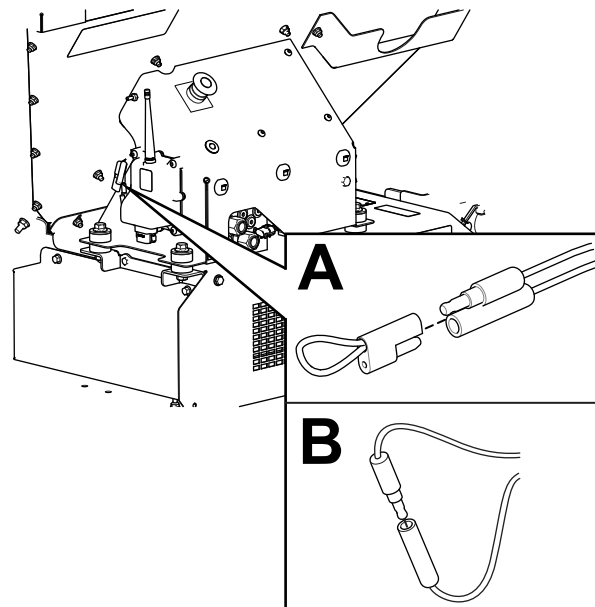

Figura 63
2. Retire el tapón de los 2 conectores de derivación diagnósticos (Figura 63, A).
3. Conecte entre sí los conectores de derivación diagnósticos (Figura 63, B).
2. Desconecte los conectores de derivación diagnósticos (Figura 63, B).
3. Coloque el tapón en los 2 conectores de derivación diagnósticos (Figura 63, A).